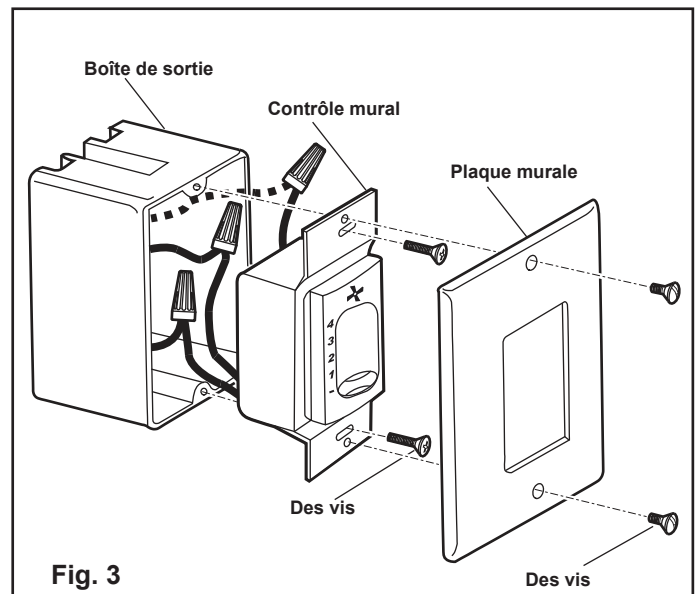

Fig. 3
3. Attach the control to the outlet (wall) box and secure with 2 outlet box screws (Figure 3).
4. Attach the wall plate over the wall control and secure with the two screws provided (Figure 3).
3. Fixez la commande à la boîte de sortie (murale) et fixez-la avec 2 vis de boîte de sortie (Figure 3).
4. Fixez la plaque murale sur la commande murale et fixez-la avec les deux vis fournies (Figure 3).